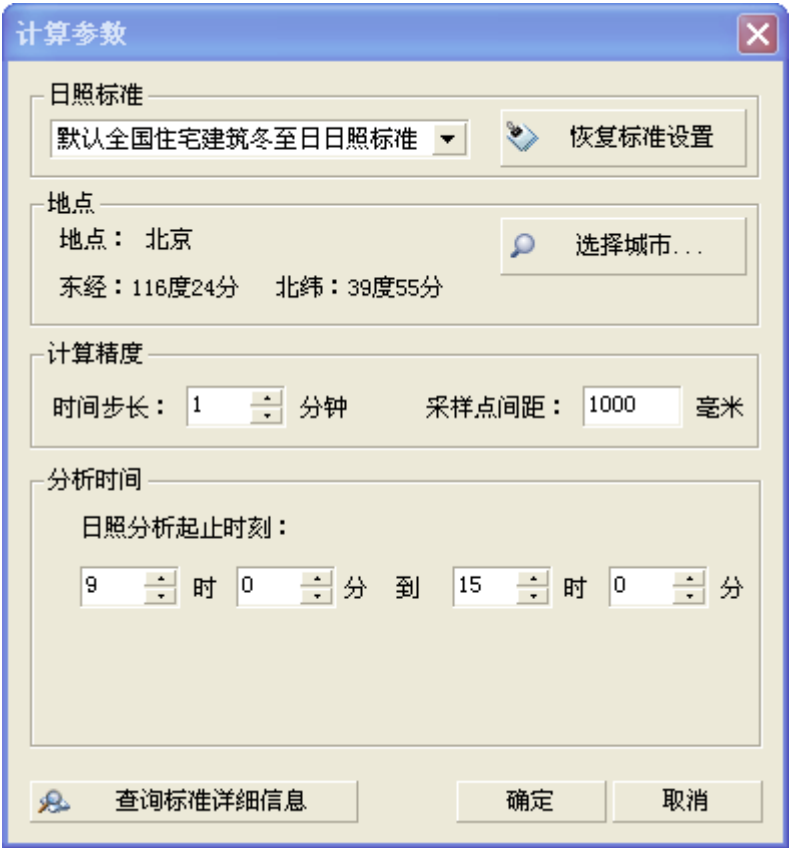

图 15-20
(1)、选择“日照分析/线上点日照分析”功能，弹出图 15-20 对话框，